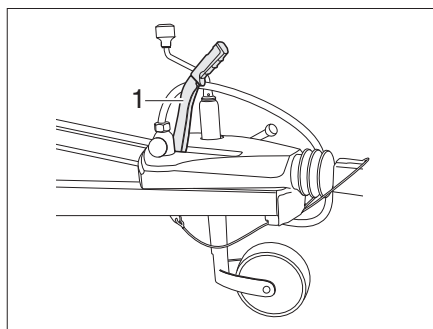

Fig. 12 Frein à main
- Pour le desserrer, tirer le levier de frein (Fig. 12,1) vers le haut et ensuite l'abaisser.